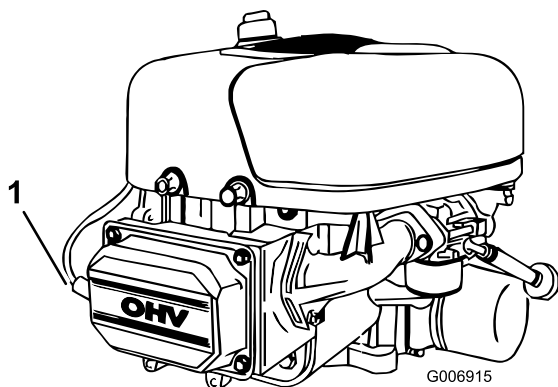

Figura 24
5. Scollegate il cappello dalla candela (Figura 24).
3. Collegate il cappello alla candela (Figura 24).